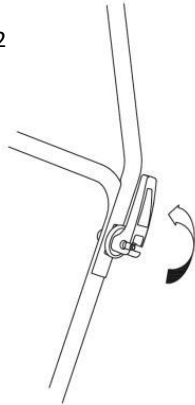

Bild 2.3
- Installation av låsvred (fig. 2.1 - fig. 2.3)